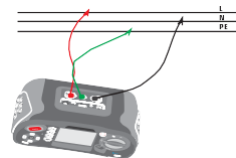

Figura 22 Conexión de extremo de prueba de secuencia de fase
- Conecte los cables de prueba L1, L2, L3 como en la Figura 22. Cuando el dispositivo está energizado, la secuencia se mostrará de manera automática.